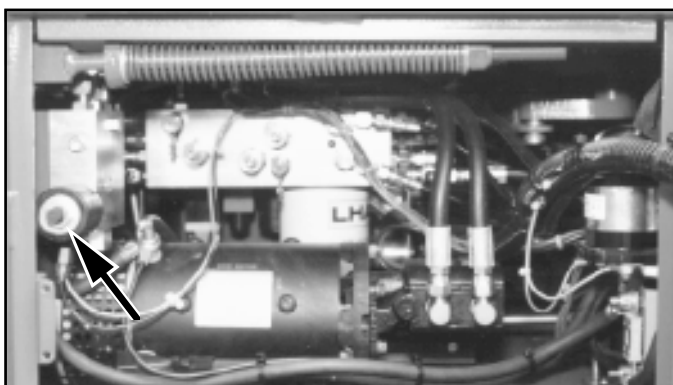

Figure 3 : Vanne d'abaissement d'urgence
13. Vérifier le fonctionnement du détecteur de niveau horizontal (Figure 3) en appuyant dessus tout en maintenant le levier de levage du châssis en position **HAUTE (UP)**. L'alarme doit retentir.
15. Ouvrir la vanne d'abaissement d'urgence du châssis en poussant le commutateur (Figure 3) pour vérifier son bon fonctionnement en appuyant sur la poignée et en la tournant de 1/4 tour dans le sens contraire des aiguilles d'une montre. Une fois la plate-forme abaissée, fermer la vanne en tournant la poignée de 1/4 de tour dans le sens des aiguilles d'une montre jusqu'à ce que la détente se dégage.
20. Tirer le bouton d'arrêt d'urgence en position **MARCHE (ON)**.
Demander à une personne au sol d'ouvrir la vanne d'abaissement d'urgence (Figure 3) pour abaisser la plate-forme. Cette vanne est située à l'intérieur du module droit :